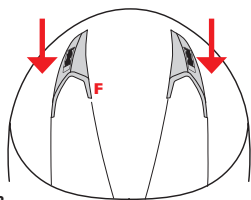

FIGURA 2
PRESE D'ARIA FRONTALI SUPERIORI — F — Figura 2/3
2) Spingere verso l'alto il pulsante Z e contemporaneamente ruotare la placchetta come indicato nella figura 2.